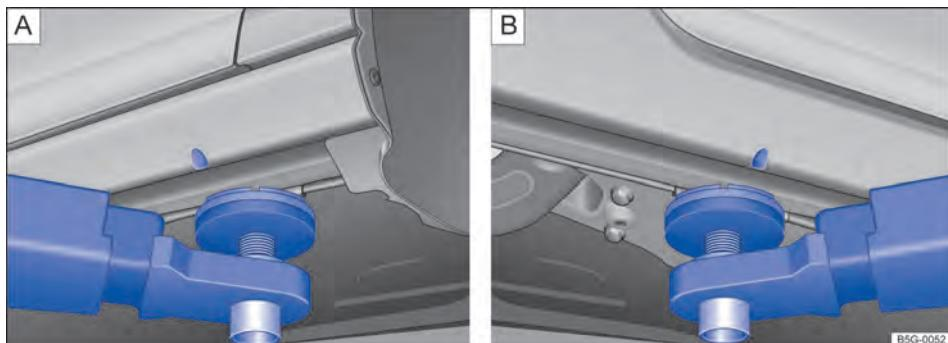
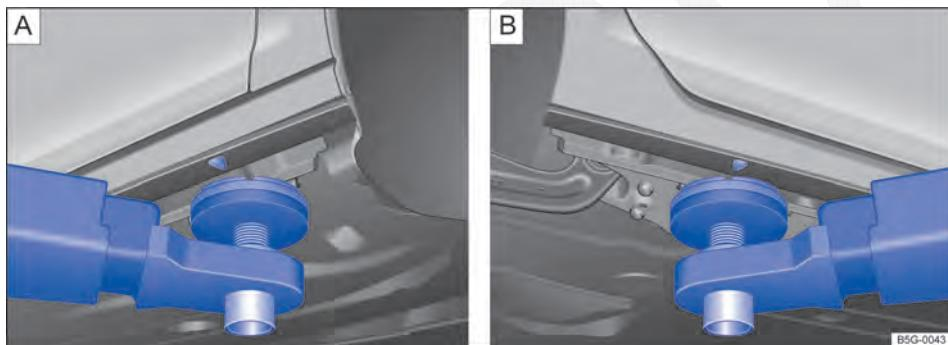

Fig. 189 **A** Pontos de apoio dianteiros e **B** ponto de apoio traseiro para suspender com a plataforma elevatória ou o macaco (variante 1).
Fig. 190 **A** Pontos de apoio dianteiros e **B** ponto de apoio traseiro para suspender com a plataforma elevatória ou o macaco (variante 2).
O veículo deve ser suspenso somente pelos pontos de apoio indicados nas figuras ⇒ **Fig. 189** ou ⇒ **Fig. 190**. Se o veículo não for suspenso pelos pontos de apoio indicados, poderão ocorrer danos no veículo ⇒  e ferimentos graves ⇒ .
- Suspender o veículo somente pelos pontos de apoio indicados nas figuras ⇒ **Fig. 189** ou ⇒ **Fig. 190**. Se o veículo não for suspenso pelos pontos de apoio indicados, o veículo